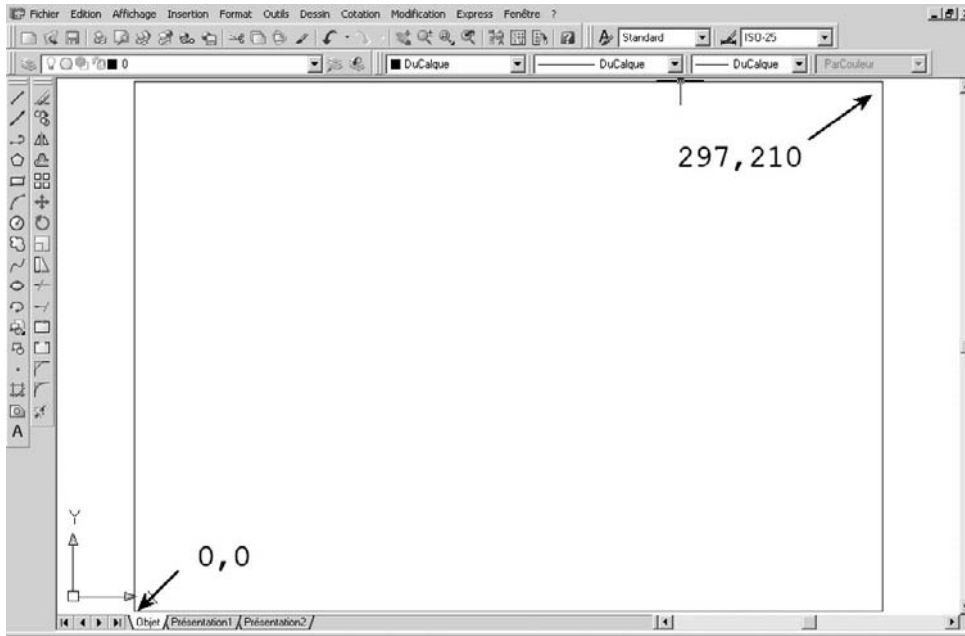

Fig.1.49
- [3] Spécifiez le coin supérieur droit (Upper right corner) <420, 297> : tapez sur la touche Entrée pour accepter la valeur ou entrez de nouvelles valeurs. Par exemple : 297,210 (fig.1.49).